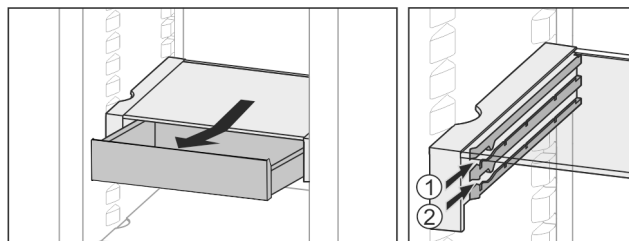

Fig. 27
- ▶ In beliebiger Höhe Fig. 27 (1) oder Fig. 27 (2) einschieben.